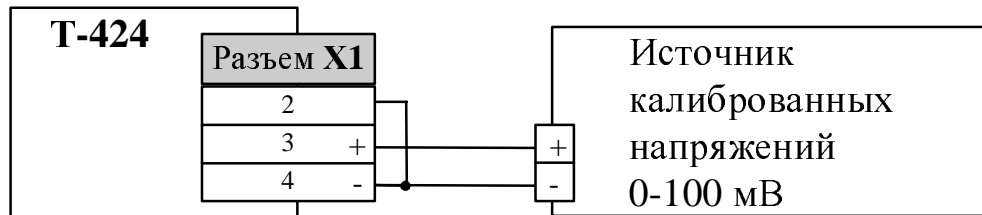

Рис. 8.1.3.
- Собрать схему подключений согласно рис. 8.1.3.